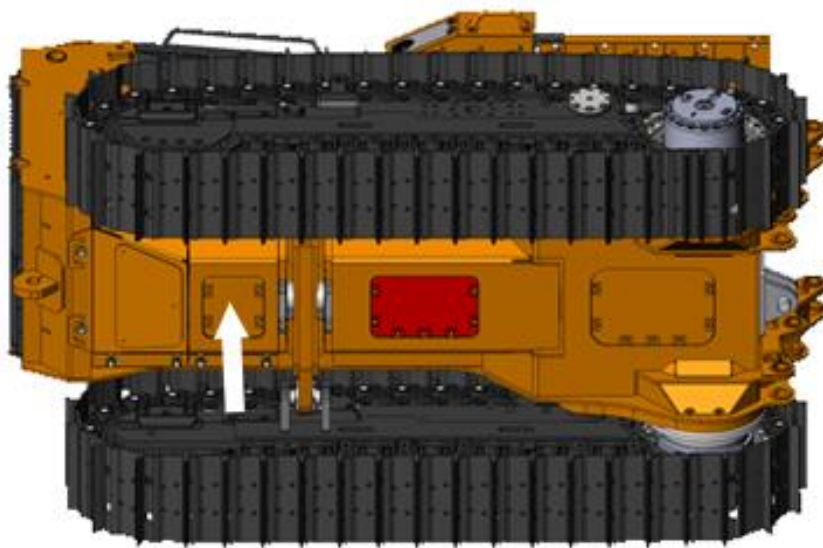

Рисунок 3.37. Съемная крышка передней брони
- ▶ Демонтировать крышку передней брони рис. 3.37;
- ▶ Смонтировать (установить) переднюю крышку брони рис. 3.37.